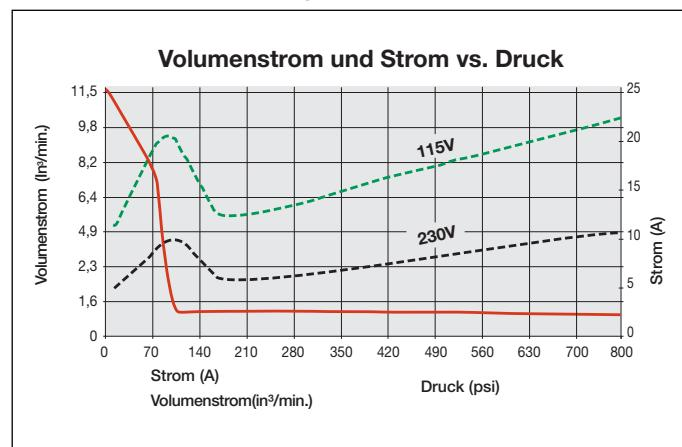

Abb. 1, Volumenstrom-Diagramm
#### 3.2 Volumenstrom-Diagramm (siehe Abb. 1):
\*Der tatsächliche Stromverbrauch hängt von der Anwendung ab. Siehe Abb. 1.
- Der Abschalt- und Leitungsschutz muss vom Kunden bereitgestellt werden. Der Leitungsschutz muss bei 115% des Vollaststroms des Motors bei maximalem Druck der Anwendung liegen (siehe Abb. 1).